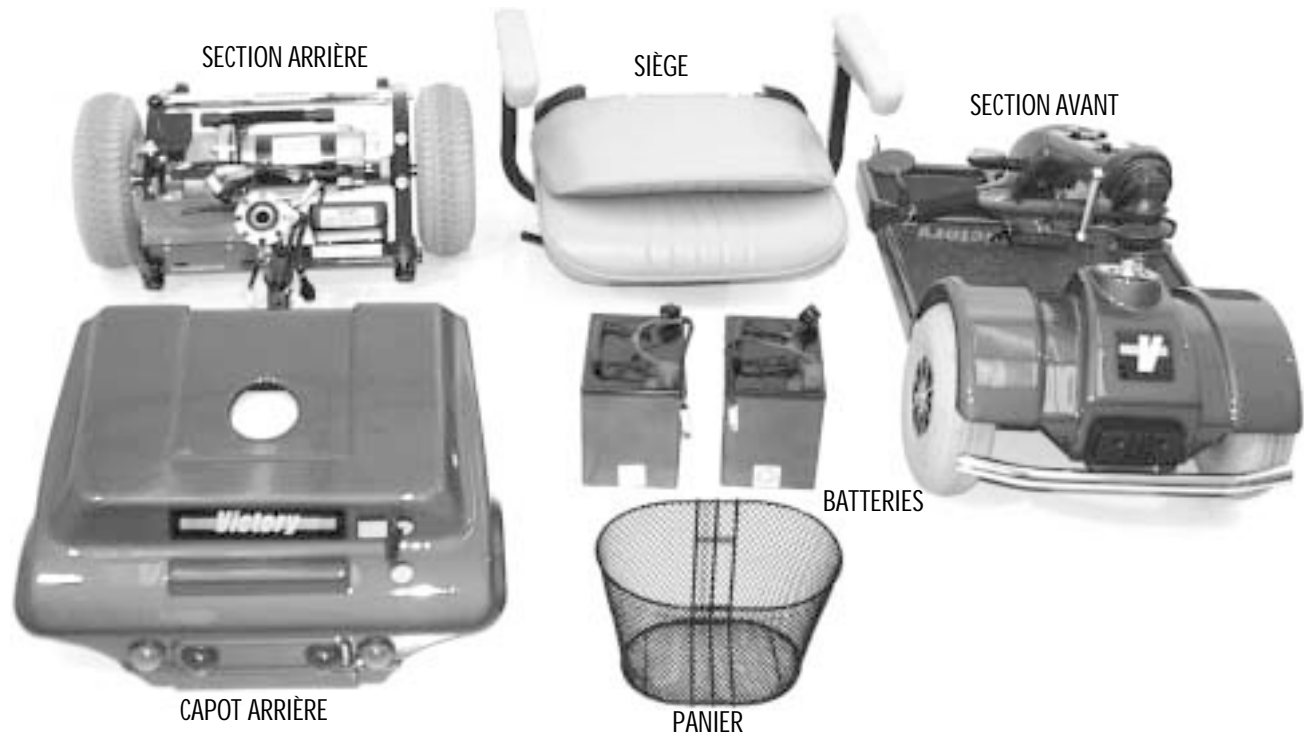

FIG. 6 SEPT COMPOSANTES DU VICTORY DÉMONTÉ
Votre Victory est un véhicule motorisé conçu pour vos déplacements personnels. Utile autant à l'intérieur qu'à l'extérieur il a été conçu pour rouler sur des surfaces planes telles que les trottoirs, routes, allées et stationnement. Il peut être démonté en sept (7) composantes pour en faciliter le transport ou l'entreposage. Voir la figure 6.